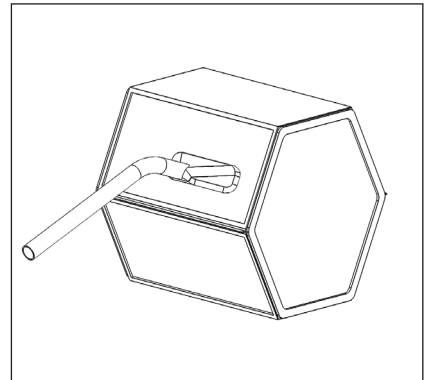

Abb. 8.p
- Reinigen Sie die Ventilatoren jedes Jahr mit einem Staubsauger. Die tatsächliche Notwendigkeit dieses Vorgangs kann je nach den Umgebungsbedingungen im Innen- und Aussenbereich und der Häufigkeit der Filterreinigung variieren. Bewegen Sie die Motorausgleichsklammern nicht (Abb. 8.k-l-o-q).